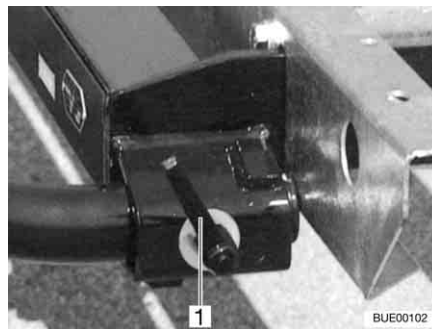

Bild 3 Schnellverschluss
- Träger links und rechts in die Aufnahmen am Rahmen stecken und mit je einem Schnellverschluss (Bild 3,1) sichern.
- Schnellverschluss (Bild 3,1) lösen und Träger aus den Aufnahmen am Rahmen herausziehen.